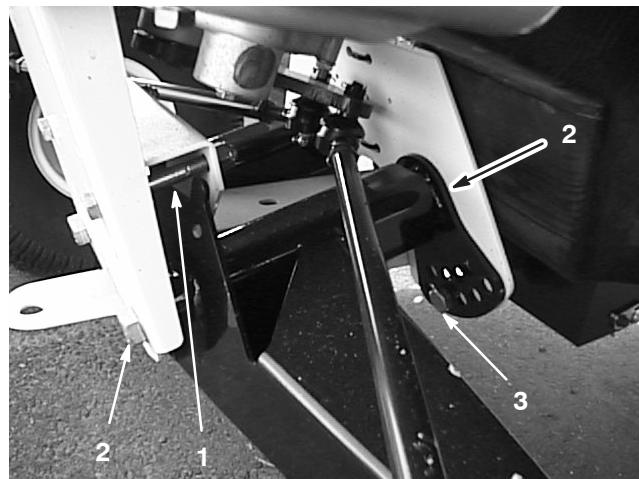

Figure 34
- 2. Enlevez le boulon limiteur de course (Fig. 34).
- 3. Desserrez les boulons de centrage dans le bras triangulé avant (Fig. 34).
- 4. Retirez le boulon de réglage de hauteur de caisse (Fig. 34).
- 5. Tournez le bras triangulé avant à la position voulue (voir la note ci-après), puis remettez en place le boulon de réglage de hauteur de caisse (Fig. 34).
7. Remettez le boulon limiteur de course (Fig. 34).